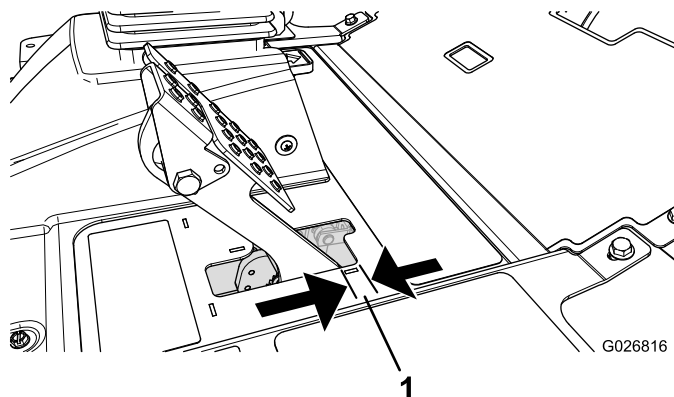

Figura 64
Ajuste los frenos si el pedal de freno tiene más de 2,5 cm de holgura (Figura 64), o cuando se necesite más fuerza para frenar. La holgura es la distancia que recorre el pedal de freno antes de notarse una resistencia de frenado.
2. Apriete la tuerca trasera para mover el cable hacia atrás hasta que los pedales de freno tengan una holgura de 6 a 13 mm (Figura 64) antes de bloquearse las ruedas.